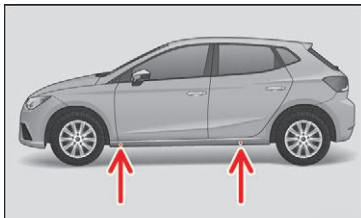

Fig. 68 Løftepunkter til donkraften
- Find på længdevangen markeringen til det løftepunkt til donkraften (det sted, der er trykket ind), der er tættest på det hjul, som skal skiftes »» Fig. 68.